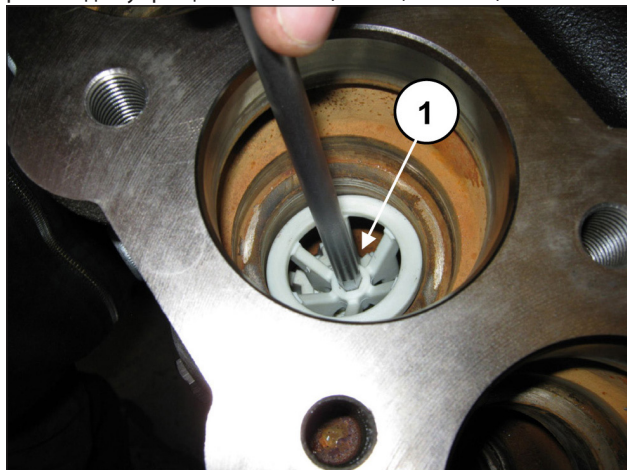

Рис. 106
Выньте распорку направляющей клапана, вставив шестигранный ключ 8 мм в специальное гнездо в качестве рычага для упрощения снятия (поз. ①, Рис. 106).